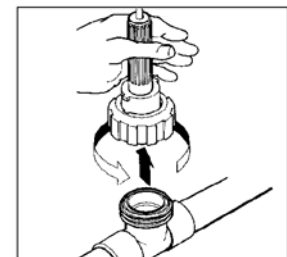

图 20
1. 关闭隔离阀, 然后通过打开采样阀释放系统压力。松开联结圈, 从流量装置上取下传感器。垂直拉出传感器而不要有任何侧向位移, 避免损坏传感器 (如图 20 所示)。检查传感器, 如果有积垢或污物, 请按照 45 页上第 10 部分维护中的说明, 清洗传感器。